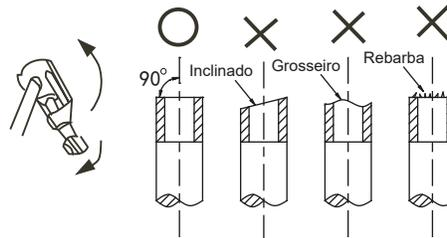

Fig. 6-4
1) Use um cortador de tubo para cortar o tubo (Consulte a Fig.6-4)